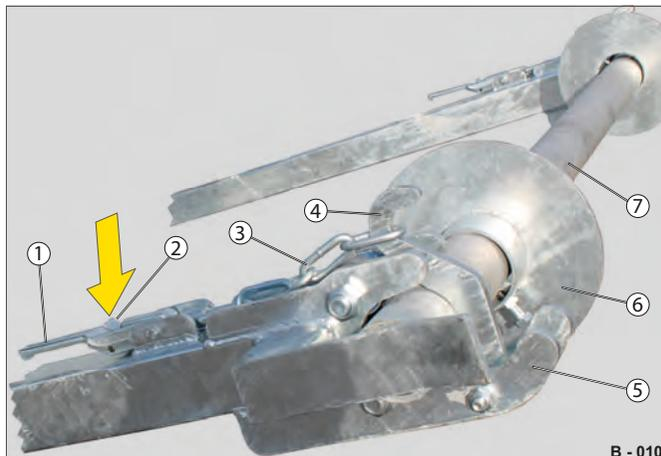
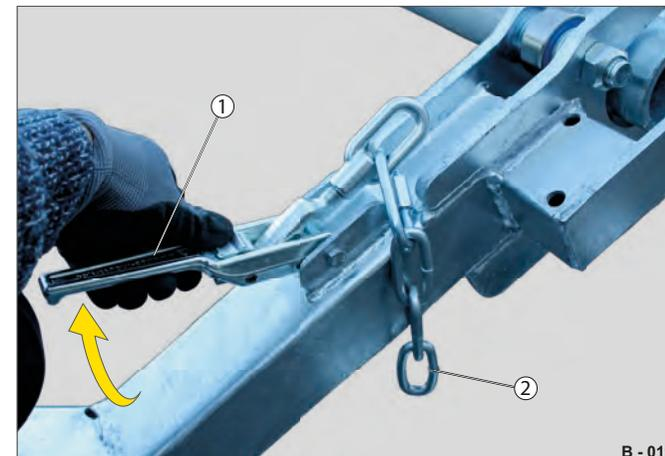

Fig. 2 Axe de transport verrouillé
Fig. 3 Axe de transport déverrouillé
- Saisissez le levier (Fig. 2 /1) de la sauterelle et appuyez sur le dispositif de blocage (Fig. 2 /2).
La chaîne (Fig. 2 /3) se détend.
- Soulevez le levier (Fig. 3 /1) et détachez la chaîne (Fig. 3 /2) du crochet (Fig. 2 /4).